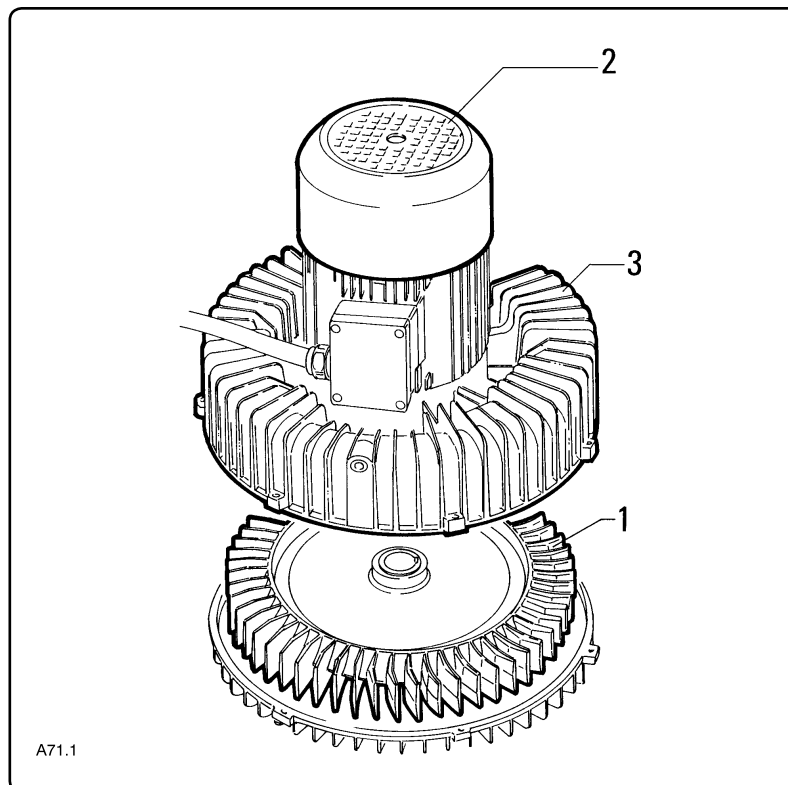

Fig. 7.5.4
7.5.4 - Kontrol af sugeventilatoren (fig. 7.5.4)